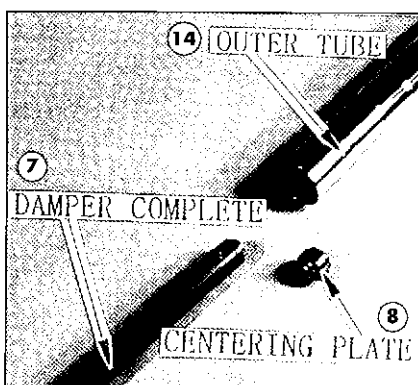

Fig. 5
- 7) Rimuovere il pompante completo e la bussola di centraggio dal tubo esterno (Fig. 5).
- 8) Remove the dust seal and stopper ring (Fig. 5).
- 7) Oter le dispositif de pompage complet et la douille de centrage du tube extérieur (Fig. 5).
- 8) Oter le racleur et la bague d'arrêt (Fig. 5).
- 8) Den Staubabkratzer und den Sperring entfernen (Bild 5).
- 8) Remueva el raspapolvos y el anillo de tope (Fig. 5)